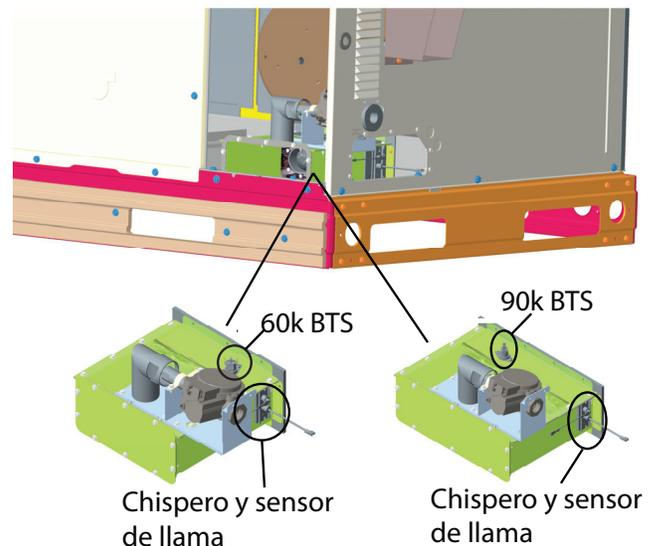

Fig. 20 – Interruptor térmico del quemador (BTS) (NOx ultrabajo)
2. Quite los dos tornillos que sujetan la capucha del conducto (Fig. 20) y quite la capucha del conducto.
6. Vuelva a conectar la capucha del conducto (Fig. 20) con los dos tornillos que se quitaron.
NOTA: Para NOx ultrabajo: El chispero o sensor de llama combinado está ubicado en el lado derecho de la caja del quemador (consulte Fig. 20). Se puede acceder al chispero o sensor de llama para realizar el mantenimiento retirando la cubierta del panel del lado derecho. El interruptor térmico del quemador (BTS) se encuentra en la parte superior de la caja del quemador. Para tamaños de calefacción de 60 k, se puede acceder al interruptor BTS a través de la cubierta del panel del lado derecho. Para los tamaños de calefacción de 90 k, se puede acceder al interruptor BTS quitando el panel de acceso a los controles.